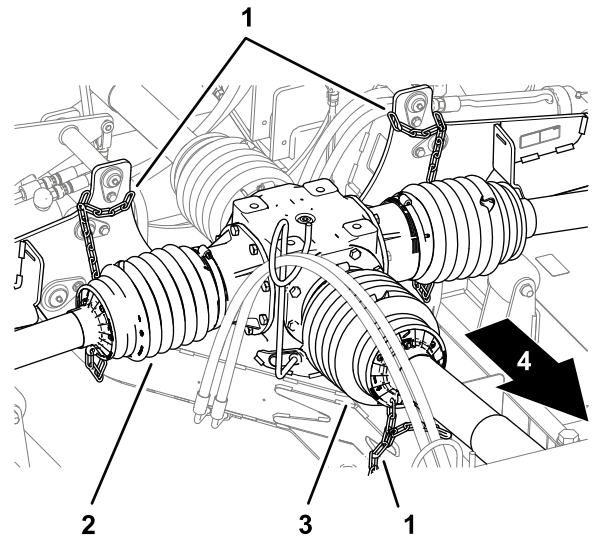

**Figura 17**
5. Compruebe que está instalada la cadena de seguridad entre el protector del árbol de la TDF delantero y una parte fija en el vehículo de remolque (Figura 17).